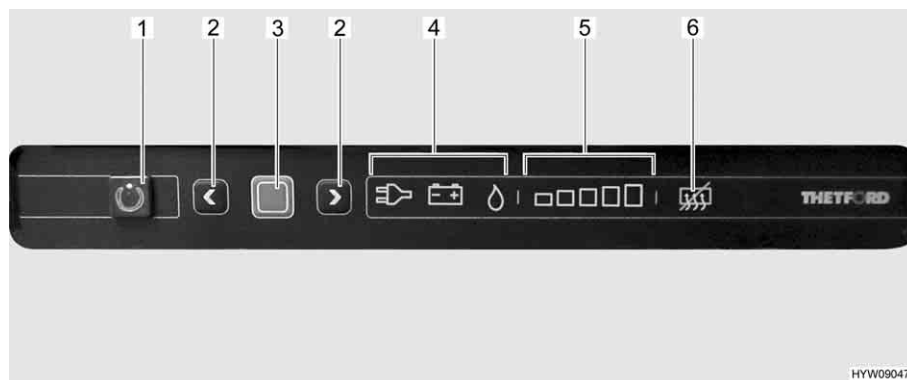

Fig. 151 Elementi di comando (frigorifero Thetford)
La modalità di funzionamento attuale è indicata da un simbolo luminoso (Fig. 151,4) sulla centralina di controllo.
Dopo l'accensione il frigorifero seleziona automaticamente la regolazione del termostato selezionata per ultimo. Questa impostazione può essere modificata manualmente con i tasti freccia (Fig. 151,2). Le barre luminose dell'indicatore del livello di refrigerazione (Fig. 151,5) visualizzano la temperatura selezionata sul termostato. Con i tasti freccia viene regolata la temperatura di refrigerazione per tutti i tre tipi di energia. Ci vogliono alcune ore prima che il frigorifero raggiunga la temperatura normale di esercizio. Cambiando la modalità di funzionamento la regolazione del termostato non viene modificata. La temperatura di refrigerazione è indipendente dal tipo di energia utilizzata.
- Premere il tasto On/Off (Fig. 151,1) per 1 secondo. Il tasto (Fig. 151,1) si illumina di verde. Dopo circa 10 secondi, l'indicatore viene attenuato per risparmiare energia.
- Premere il tasto di conferma (Fig. 151,3). L'impostazione attuale della modalità di funzionamento viene visualizzata.
- Se non è impostata la modalità di funzionamento a gas: Per modificare l'impostazione, premere il tasto di conferma (Fig. 151,3) per circa 2 secondi.
- Selezionare la modalità di funzionamento a gas con i tasti freccia (Fig. 151,2). L'alimentazione del gas è ora aperta. L'accensione avviene automaticamente. È udibile un ticchettio fino a quando procedura di accensione non è stata portata a termine.
- Premere il tasto di conferma (Fig. 151,3) per circa 2 secondi.
- Premere nuovamente il tasto di conferma (Fig. 151,3). Il livello di refrigerazione attuale viene indicato dalle barre luminose (Fig. 151,5).
- Per modificare l'impostazione, premere i tasti freccia (Fig. 151,2) fino a visualizzare l'impostazione desiderata.
- Premere il tasto On/Off (Fig. 151,1) per circa 2 secondi. Tutte le spie si spengono. Il frigorifero è spento.
- Se non è impostata la modalità di funzionamento 230 V: Per modificare l'impostazione, premere il tasto di conferma (Fig. 151,3) per circa 2 secondi.
- Selezionare la modalità di funzionamento 230 V con i tasti freccia (Fig. 151,2).
- Se non è impostata la modalità di funzionamento 12 V: Per modificare l'impostazione, premere il tasto di conferma (Fig. 151,3) per circa 2 secondi.
- Selezionare la modalità di funzionamento 12 V con i tasti freccia (Fig. 151,2).
- Premere contemporaneamente entrambi i tasti freccia (Fig. 151,2) e tenerli premuti per 2 secondi. Il simbolo di disattivazione della funzione anti-condensa (Fig. 151,6) si illumina.
- Premere di nuovo contemporaneamente entrambi i tasti freccia (Fig. 151,2) e tenerli premuti per 2 secondi. Il simbolo di disattivazione della funzione anti-condensa (Fig. 151,6) si spegne.